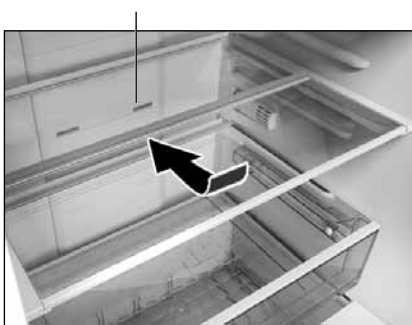

Figura 8
**4.1.4** Dacă este necesar să plasați containere înalte în CF, este necesar să ridicați partea din față a raftului-sticlă (pliant) (dacă acesta este) și să o împingeți sub partea din spate, în conformitate cu desenul (figura 8).